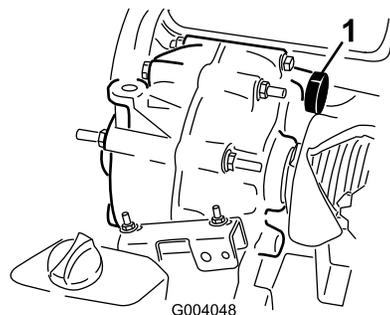
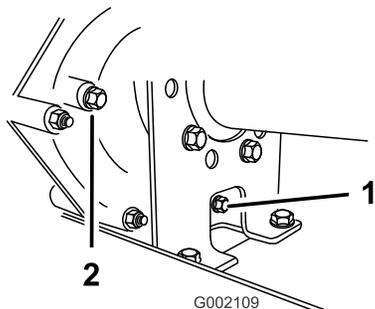

Figura 43
Figura 42
2. Rimuovete il tappo di spurgo dal lato destro del serbatoio (Figura 42) e lasciate defluire il fluido in una bacinella. Quando il fluido cessa di scorrere, montate il tappo e serratelo.
3. Riempite il serbatoio (Figura 43) con circa 1,4 litri di olio motore SAE 10W30, fin quando il livello dell'olio non raggiunge la parte inferiore del foro indicatore di livello (Figura 42).